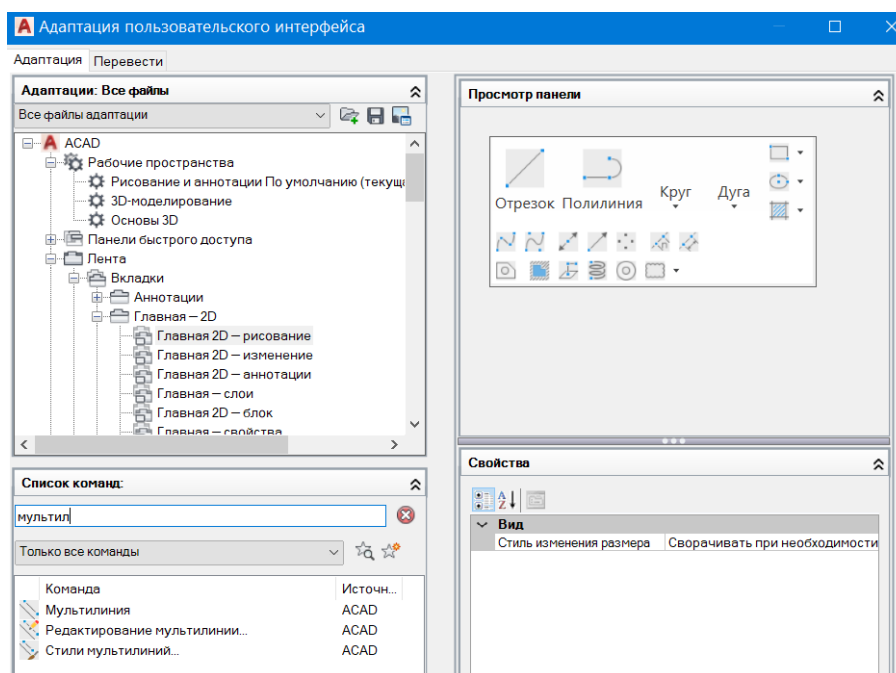

Рис. 59. Начало добавления Мультилинии в инструменты панели Рисование
- 4) в поисковую строку Список команд ввести название Мультилиния (рис. 59);